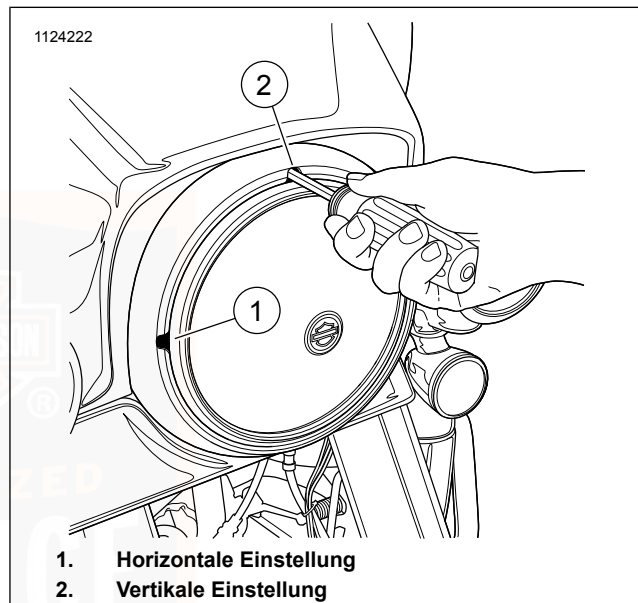
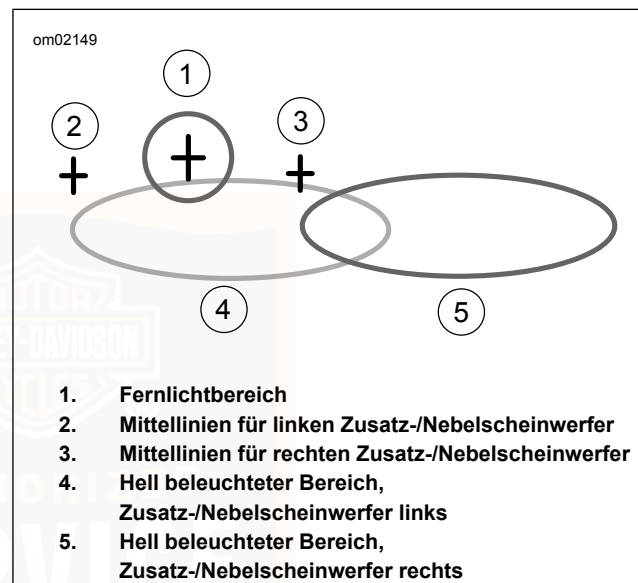
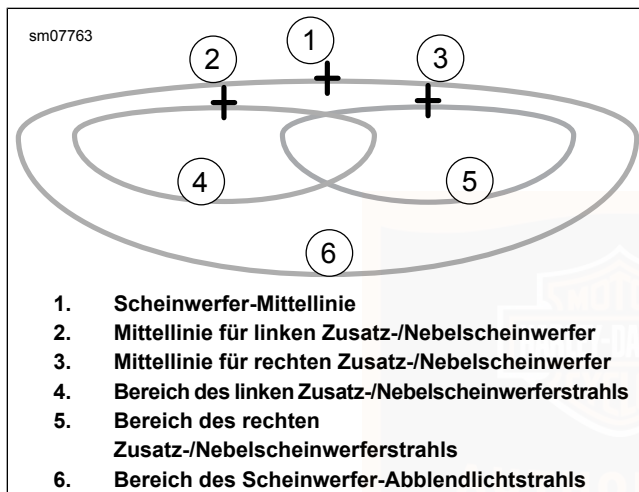

Abbildung 91. Scheinwerfereinstellschrauben: Alle außer rahmenbefestigte Verkleidung (typisch)
Abbildung 94. Scheinwerfer-Lichtmuster: Typ Quarz-Halogen
Abbildung 95. Scheinwerfer-Lichtmuster: LED-Typ mit Zusatz-/Nebelscheinwerfer
2. **Alle außer rahmenmontierte Verkleidung:** Siehe Abbildung 91. Einen 5/32-in-Kugelpf-Steckschlüssel in die Einstellöffnungen im Zierring stecken.
a. **Horizontal:** Den Scheinwerferstrahl mit der Horizontaleinstellschraube (1) nach links und rechts verstellen.
b. **Vertikal:** Den Scheinwerferstrahl mit der Vertikaleinstellschraube (2) nach oben und unten verstellen.
c. Siehe Abbildung 94 oder Abbildung 95. Den Scheinwerferstrahl einstellen.
4. Siehe Abbildung 94 oder Abbildung 95. Die horizontalen und vertikalen Mittellinien (2, 3) der Zusatz-/Nebelscheinwerfer auf der Wand markieren.
Abbildung 94 zeigt ein Muster für Motorräder in Ländern mit Rechtsverkehr. Für Länder mit Linksverkehr kippen Sie die Grafik horizontal.
- a. **Quartz-Halogen:** Den linken Zusatz-/Nebelscheinwerfer einstellen, sodass der gesamte hell beleuchtete Bereich (4) unter und rechts der Mittellinien für die linke Zusatzleuchte liegt, wie in Abbildung 94 dargestellt.
- b. **LED:** Den linken Zusatz-/Nebelscheinwerfer so einstellen, dass der gesamte hell beleuchtete Bereich (4) unter der Mittellinie liegt, wie in Abbildung 95 dargestellt.